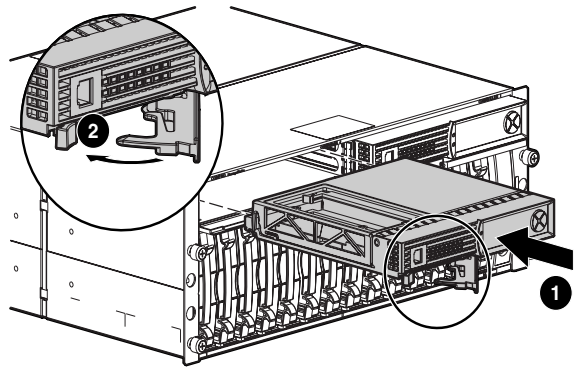

Figura 10: Instalación del Controlador
- Inserte el Controlador de repuesto en el chasis ❶. Consulte la Figura 10.